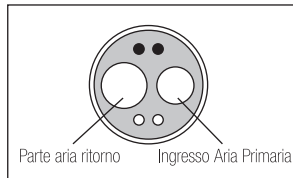

Fig. 7
- 3) Inserire il beccuccio spray nell'ingresso dell'alimentazione dell'aria primaria. Tenere il manipolo e nebulizzare per circa 2-3 secondi. Erogare il lubrificante per almeno 2 secondi fino a quando non fuoriesce dalla parte dell'aria di ritorno. (Fig. 7)
- 2) Applicare 1-2 gocce di olio lubrificante sull'ingresso dell'alimentazione dell'aria primaria raffigurato in Fig. 7.